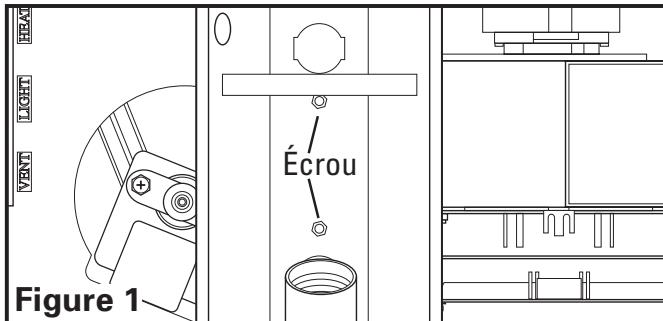

Figure 1
- Enlever les deux écrous hexagonaux qui tiennent le réflecteur de lumière en place. Conserver le réflecteur et les écrous dans la boîte jusqu'au besoin pour qu'ils ne soient pas perdus ou endommagés (**Figure 1**).